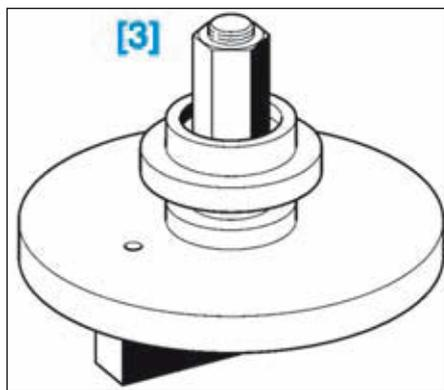

FIG.1
- [3]. Outil de compression du mécanisme (réf. Emb. 1604) (Fig.1).